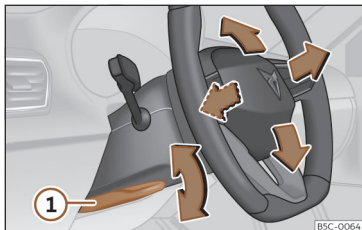

Fig. 78 Alavanca na parte inferior do lado esquerdo da coluna de direção
- Puxe a alavanca >>> **Fig. 78 ①** para baixo, mova o volante até à posição desejada e volte a subir a alavanca até ao ponto de fecho.
- Após ajustar a coluna da direção, empurre firmemente a alavanca >>> **Fig. 78 ①** para cima para que o volante não mude de posição acidentalmente durante o andamento.